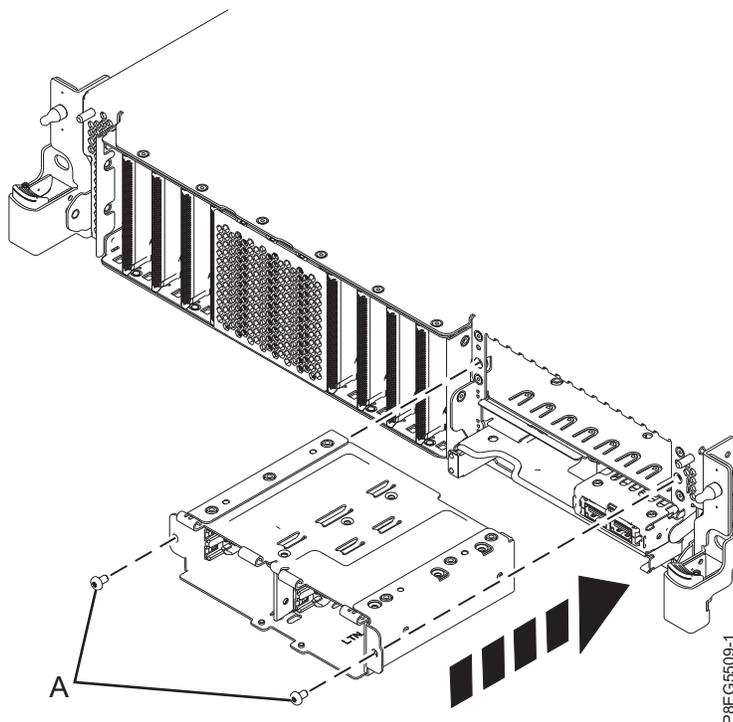

Abbildung 23. Erneutes Installieren des Solid-State-Laufwerkgehäuses
4. Schieben Sie das Gehäuse des Solid-State-Laufwerks in seine Position zurück. Installieren Sie die Schrauben und ziehen Sie sie an (A). Siehe Abb. 23.